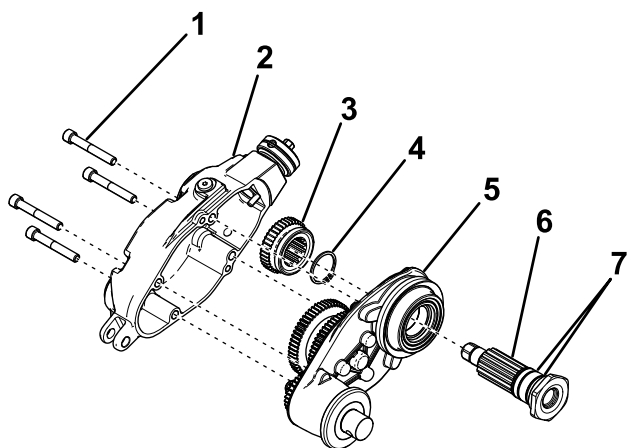

Figura 5
1. Montate i 2 O-ring sull'albero di trasmissione (Figura 5).
2. Inserite il nuovo albero di trasmissione nell'alloggiamento del groomer (Figura 5).
3. Montate l'anello di ritenuta e l'ingranaggio di trasmissione rimossi in precedenza (Figura 5).
4. Fissate la copertura del groomer all'alloggiamento del groomer utilizzando i 4 bulloni rimossi in precedenza (Figura 5) e serrateli a 8 - 10 N·m.